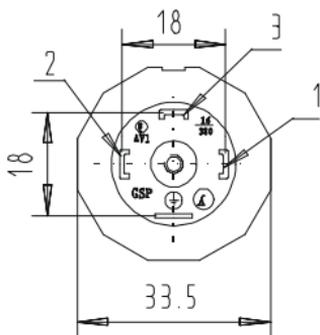

图 3
4.1 接插件型电气连接（如图 3 所示），电气定义见表 1。